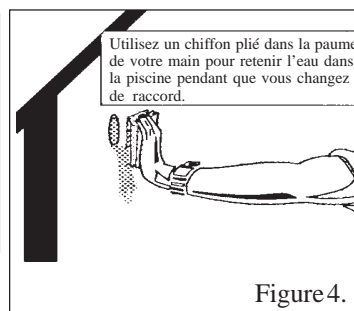

Figure 4.
8. Avec la paume de votre main, appliquez un chiffon plié sur la paroi de la piscine et poussez l'ancien raccord de rappel d'eau hors de la paroi à partir de l'extérieur (voir figure 4). Maintenez le chiffon bien collé contre la paroi afin d'éviter l'écoulement d'eau.
6. Si vous avez pu abaisser le niveau de l'eau comme conseillé au paragraphe 1, il vous suffit de retirer l'ancien bloc ampoule en tirant sur l'orienteur d'écoulement et en poussant sur le bloc ampoule depuis l'extérieur de la piscine. Si vous n'avez pas pu abaisser le niveau d'eau, procédez comme suit : poussez le bloc ampoule depuis l'extérieur de la piscine tout en maintenant l'arrière du raccord recouvert d'un chiffon plié dans la paume de votre main afin d'éviter l'écoulement d'eau par l'arrière du raccord (voir figure 4). Dégagez ensemble l'orienteur d'écoulement et l'ampoule.